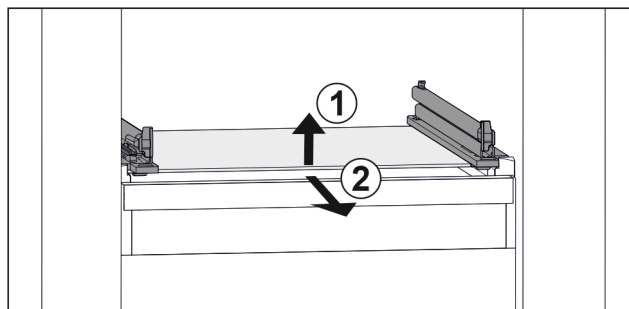

Fig. 43 Příklad znázornění skleněné desky
- Nadzvedněte skleněnou deskou vpředu. Fig. 43 (1)
- Vyjměte skleněnou deskou dopředu. Fig. 43 (2)